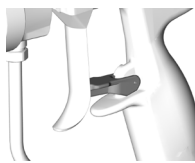

Abb. 2
3. Die Abzugssperre an der Pistole verriegeln (Abb. 2).